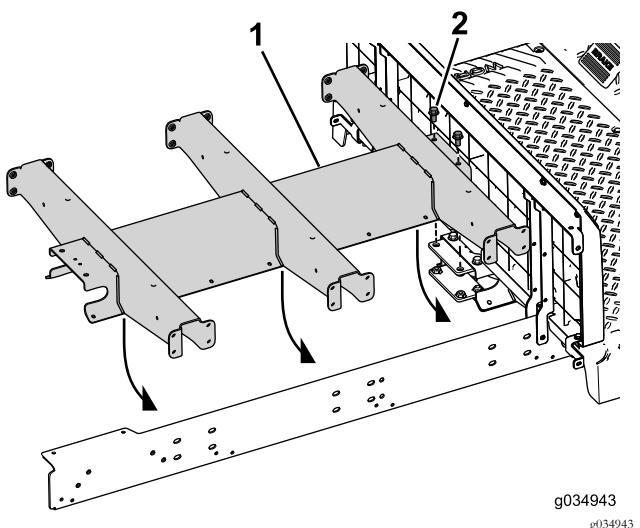

Figure 24
4. Insérez les 2 boulons (3/8" x 3/4") à travers le profilé central et le support arrière (Figure 24).